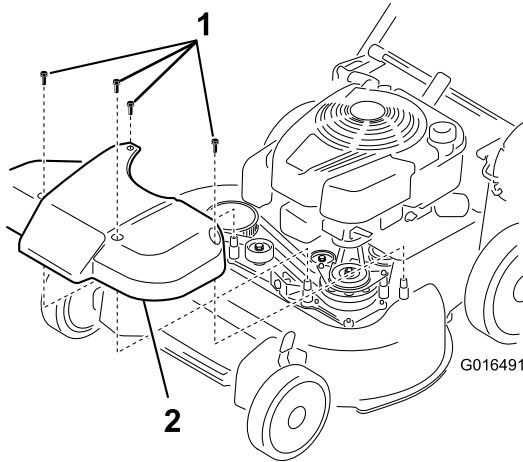

Bild 36
1. Nehmen Sie die Abdeckung des Messerantriebs ab (Bild 36).